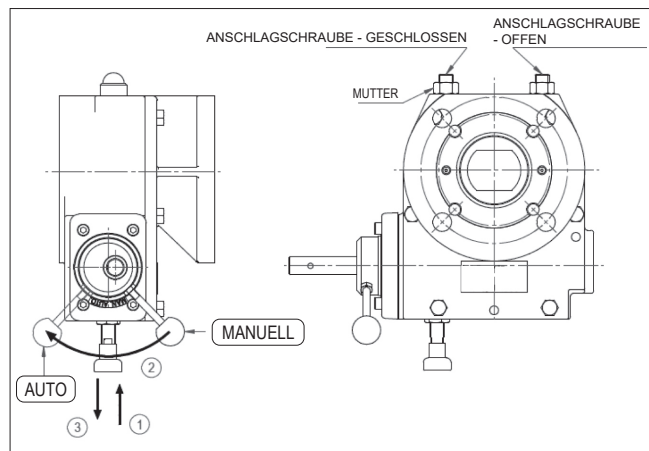

Abb. 23.
2. Schalten Sie das Getriebe in den manuellen Modus, indem Sie den Handhebel gegen den Uhrzeigersinn drehen (siehe Abb. 23). Ziehen Sie zuerst den Knopf (1), drehen Sie dann den Auswahlschalter (2) und lassen Sie dann den Knopf (3) los und stellen Sie sicher, dass er eingerastet ist.
3. Drehen Sie das Handrad im Uhrzeigersinn, um das Getriebe/Ventil in die vollständig geschlossene Position zu bringen. Wenn die vollständig geschlossene Position nicht erreicht werden kann, lösen Sie die Anschlagsschraube für Schließen am Getriebe (Abbildung 23) und überprüfen Sie die Einstellung des Endanschlags des Stellantriebs. Wenn die vollständige Öffnung erreicht ist, ziehen Sie die Anschlagsschraube handfest an und sichern Sie sie mit der Kontermutter.
4. Drehen Sie das Handrad gegen den Uhrzeigersinn, um das Getriebe/Ventil in die vollständig geöffnete Position zu bringen. Wenn die vollständig geöffnete Position nicht erreicht werden kann, lösen Sie die Anschlagsschraube für Öffnen am Getriebe (Abbildung 23) und überprüfen Sie die Einstellung des Endanschlags des Stellantriebs. Wenn die vollständige Öffnung erreicht ist, ziehen Sie die Anschlagsschraube handfest an und sichern Sie sie mit der Kontermutter.
5. Ziehen Sie den Knopf nach außen (3) und drehen Sie dann den Auswahlschalter (2) in Richtung Auto bis der Knopf in seine verriegelte Position zurückfällt. Das Getriebe ist nun betriebsbereit.
2. Um das Ventil mit dem Handrad zu bedienen, muss das Getriebe in den Handbetrieb versetzt werden. Siehe Abbildung 23:
- b. Ziehen Sie den Knopf nach außen (3) und halten Sie den Knopf in dieser Position.
- c. Drehen Sie den Handhebel gegen den Uhrzeigersinn (2) in Richtung "AUTO" und lassen Sie den Drehknopf los. Drehen Sie den Handhebel weiter bis der Knopf in die Verriegelungsposition (1) zurückfällt.
- a. Ziehen Sie den Knopf nach außen (3) und halten Sie den Knopf in dieser Position.